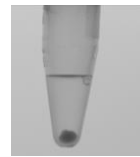

Abb.1: maximal empfohlene Pelletgröße
- 50 -200 µl von einer getrübbten Probe, um nach der Zentrifugation ein Pellet von maximal 2 mm zu erhalten (vgl. Abb. 1)
- Die Größe des Pellets kontrollieren, es enthält die Zellen aus der Probe. Das Pellet darf eine Größe von ca. 2 mm Durchmesser nicht überschreiten (siehe Abb. 1). Falls nötig, einen Teil vom Pellet mit dem Überstand werfen